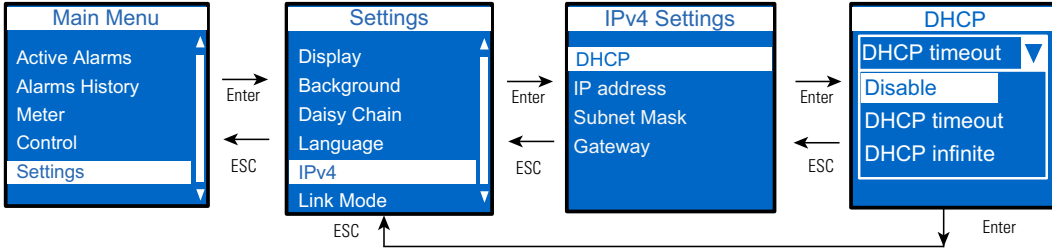

Figure 42. Disable DHCP
- 1. Disable DHCP (see Figure 42).